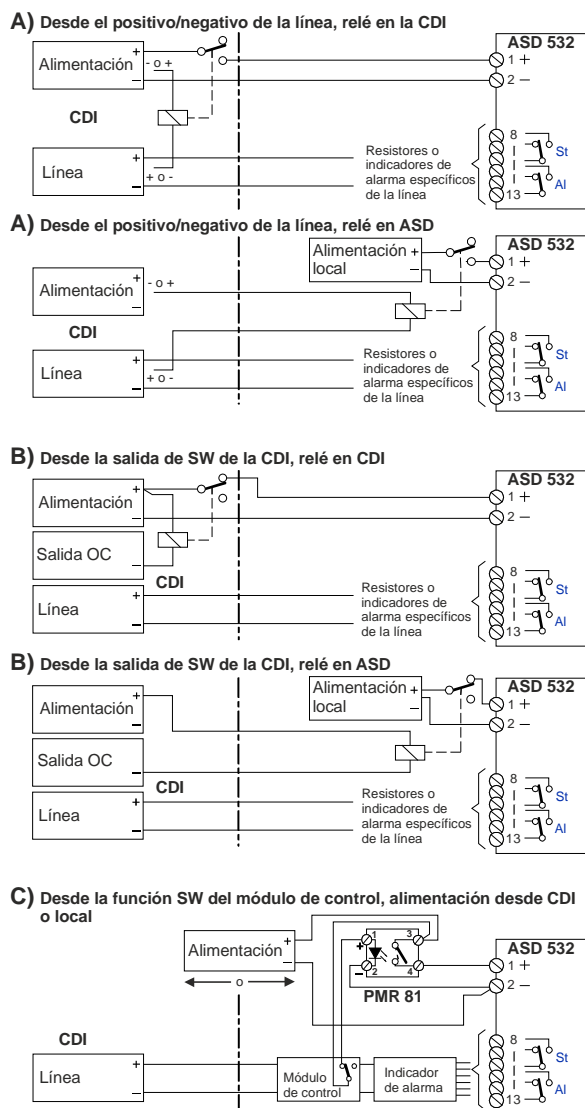

Fig. 35 Control a través de la alimentación con relés
El control del relé auxiliar se puede realizar de las siguientes maneras (véase Fig. 35):
- Al aplicar la tensión de alimentación, los elementos de protección CEM instalados en la entrada del sistema electrónico del ASD provocan un pico de corriente momentáneo (5 A/1 ms). Si se utilizan relés auxiliares con una carga de contacto máxima de 1 A, esto puede provocar que el contacto de los relés quede pegado. Por ello deberán utilizarse **principalmente** relés auxiliares con una carga de contacto **superior a 1 A**, como los relés semiconductores PMR 81 (véase Fig. 35 C)).